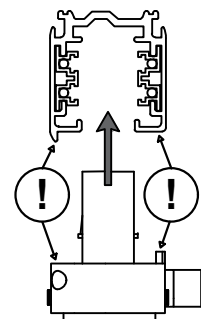

Рис. 1
- установите светильник в нужном месте шинпровода и надавите до упора (Рис. 1);